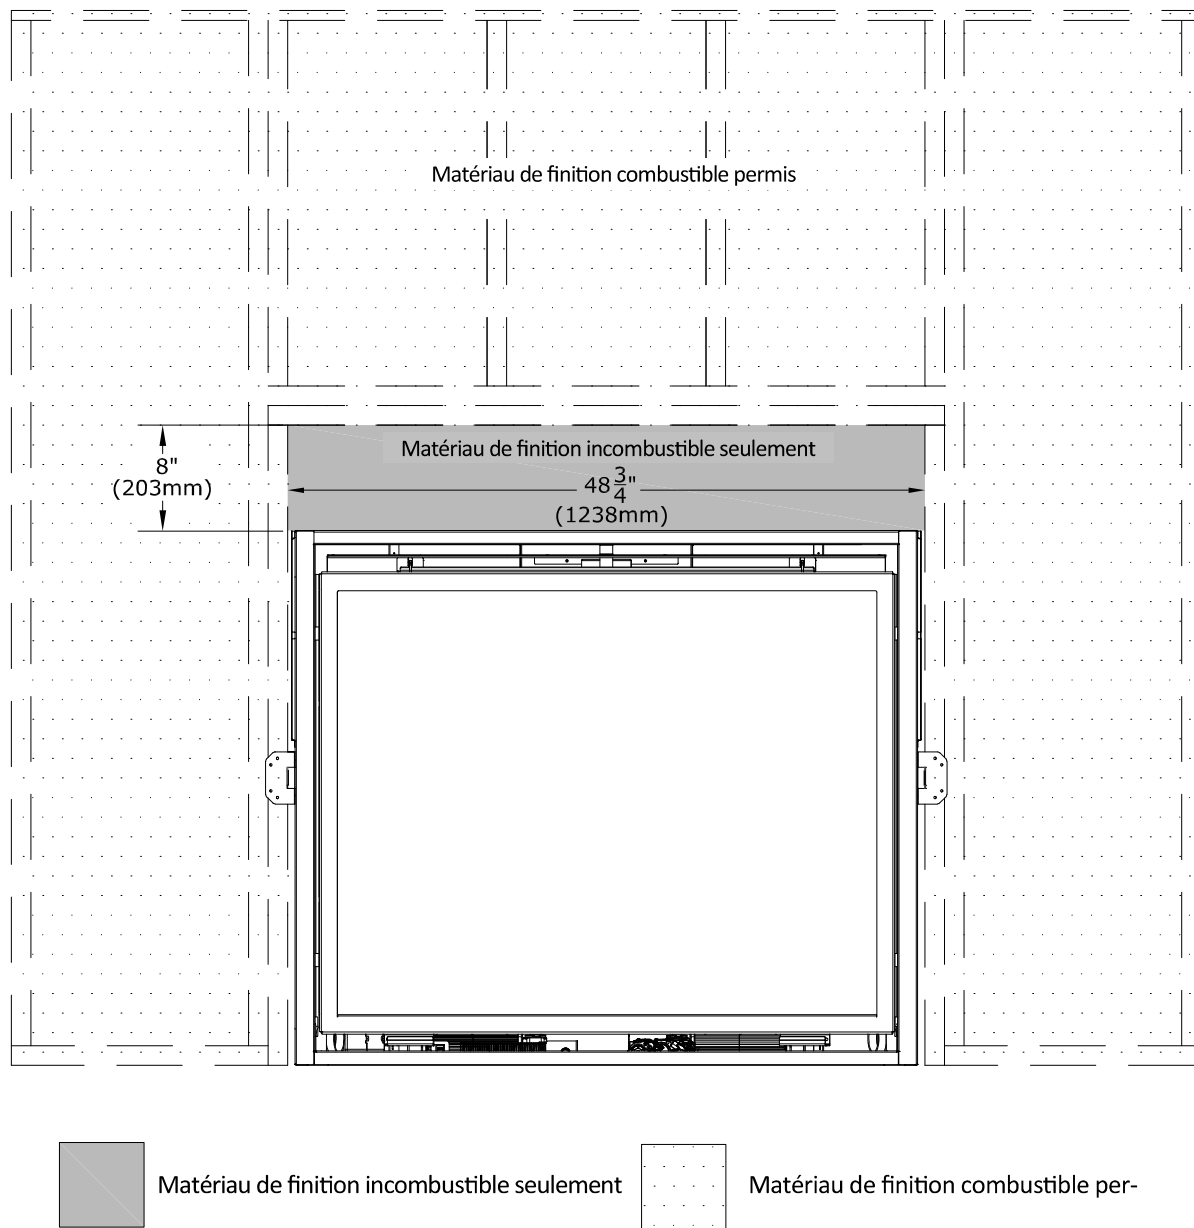

Figure 5.5 - Exigences d'installation des matériaux de finition incombustibles
- Un panneau incombustible de 50-1/4 po x 8-3/4 po est fourni avec ce foyer. Ce panneau couvre plus que la surface de façade incombustible exigée. Voir la FIGURE 5.5 (Zone de finition incombustible) pour les exigences minimums concernant les matériaux de finition incombustibles.